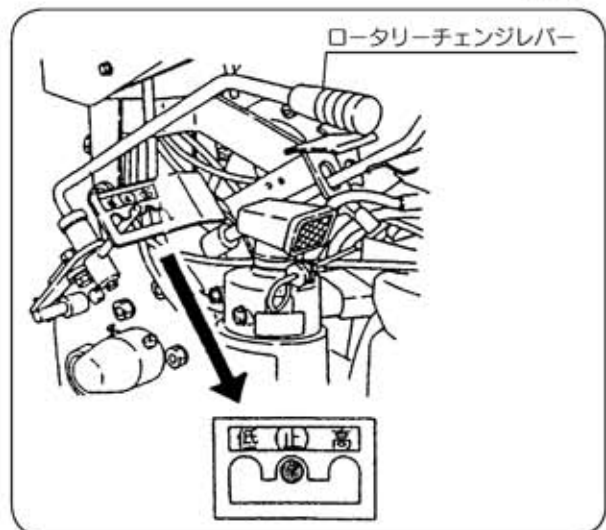

図4
- ②ロータリーチェンジレバーを「止」の位置にします。(図4)